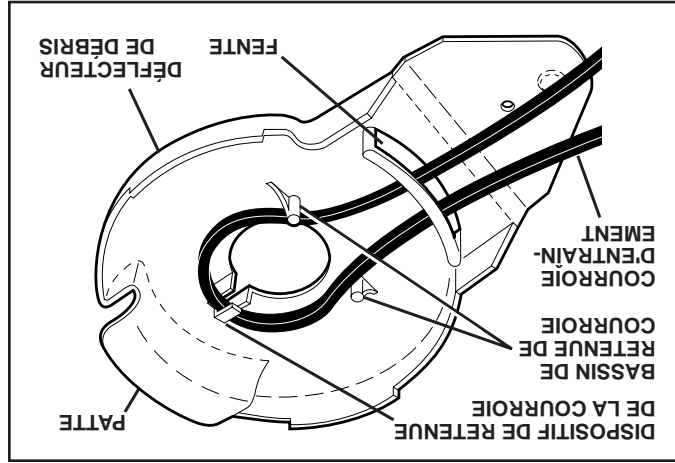

FIG. 19
1. Insérez la nouvelle courroie du système d'entraînement dans le dispositif de retenue de la courroie du pare-débris. Assurez-vous de bien acheminer la courroie entre les gardes courroies et à travers la fente tel que démontré (Voir Fig. 19).